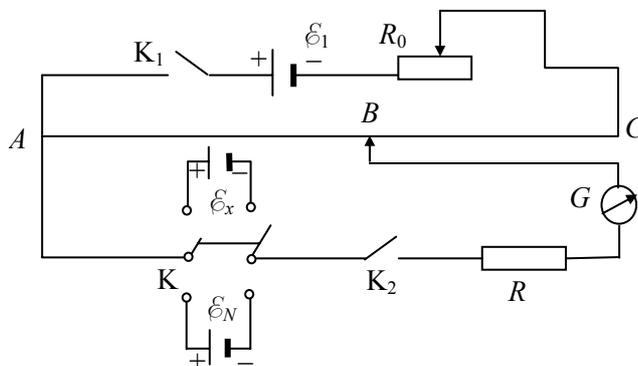

Рис. 2
Работа выполняется на установке, электрическая схема которой дана на рис. 2. Здесь \mathcal{E} – источник питания постоянного тока; G – гальванометр; ABC – реохорд; K_1 и K_2 – ключи; K – перекидной ключ, позволяющий поочередно включать элементы \mathcal{E}_N и \mathcal{E}_x ; R – балластное сопротивление, включаемое для уменьшения тока в цепи нормального элемента и гальванометра в начальные моменты опыта, так как через нормальный элемент можно пропускать ток, не превышающий 10^{-5} А (это ограничение существенно и для гальванометра); R_0 – переменное сопротивление, с помощью которого можно изменять условия опыта.
1. Ознакомьтесь с устройством установки и проверьте правильность сборки элементов согласно схеме на рис. 2, обратите внимание на полярность источников \mathcal{E}_x и \mathcal{E}_N .